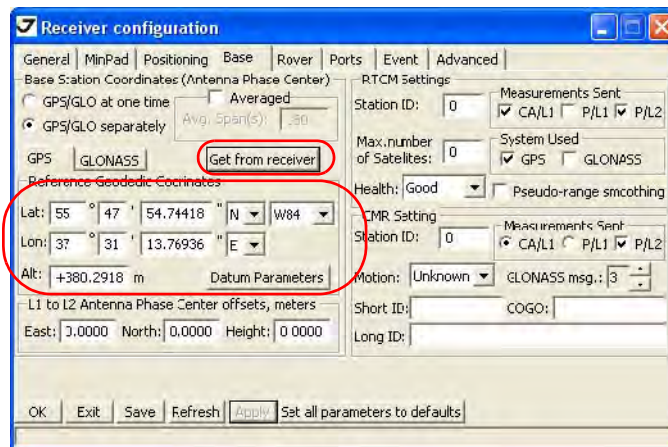

Рисунок 3-5. Закладка Base
11. В закладке *Base* нажмите кнопку *Get from receiver*. Появятся координаты в соответствующих полях. Нажмите *Apply* (Рис. 3-5).
8. В закладке *Base* нажмите кнопку *Get from receiver*. Появятся координаты в соответствующих полях. Нажмите *Apply* (Рис. 3-5).